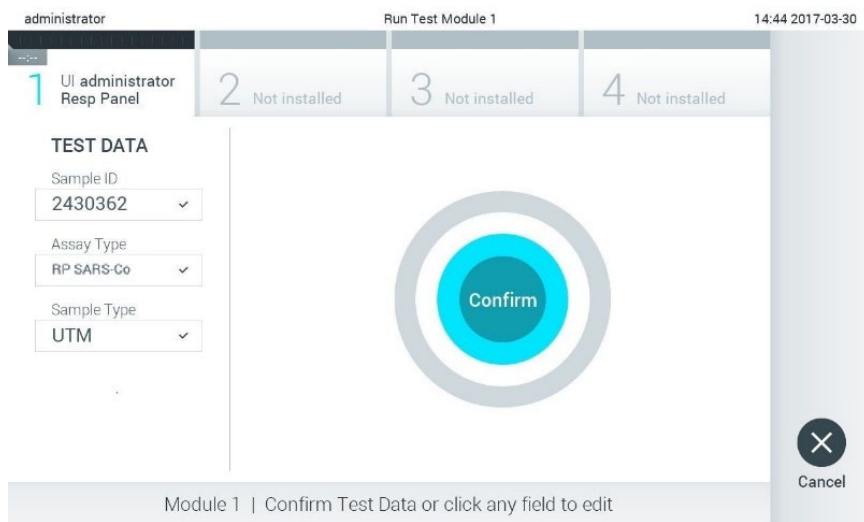

Figure 47. Confirmation de la saisie des données.
10. Appuyez sur Confirm (Confirmer) lorsque toutes les données affichées sont correctes. Si nécessaire, sélectionnez le champ correspondant pour modifier son contenu ou appuyez sur Cancel (Annuler) pour annuler le test (Figure 47).